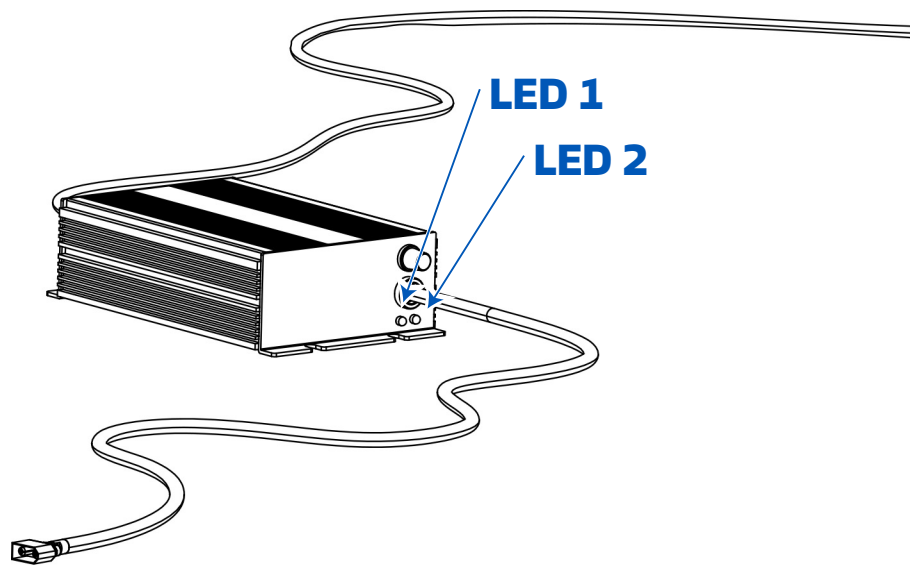

Fig. 25
1. Debe enchufar el cable del cargador a la red doméstica (Fig. 24a). En este punto, el LED 1 del cargador estará en color rojo y el LED 2 en color verde (Fig. 25).
- 2- A continuación, debe girar el tornillo rápido situado en la parte superior (Fig. 25). Debe extraerlo sin llegar a sacarlo de la carcasa superior, para poder sustraer dicho componente del bastidor.